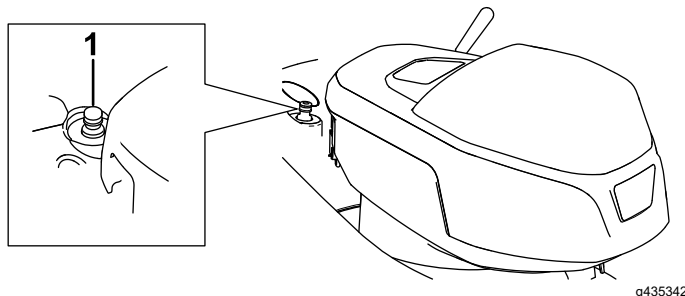

Figura 24
4. Collegate una canna da giardino al rubinetto dell'acqua dolce e al foro di lavaggio rapido (Figura 24).